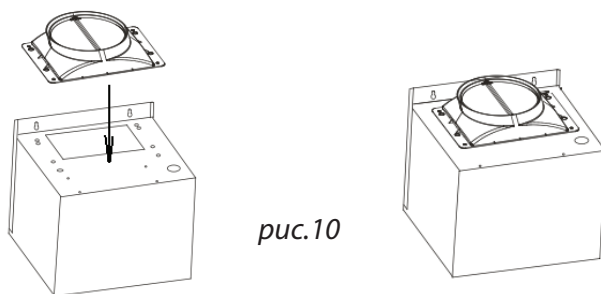

рис.10
7. Установите антивозвратный клапан (если он предусмотрен) на соответствующее место сверху вытяжки (см. рис. 10 стр. 13 и рис. 2 стр. 7).